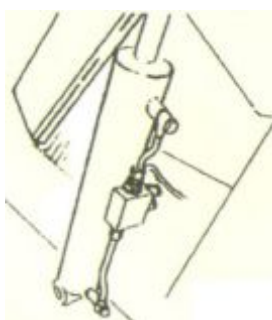

Рисунок 7
4.3.2 Управляемый оператором двойной уплотняющий обратный клапан (см.рисунок 7) предотвращает падение кронштейна зажимного устройства, если гидравлическая система по какой-либо причине выйдет из строя.